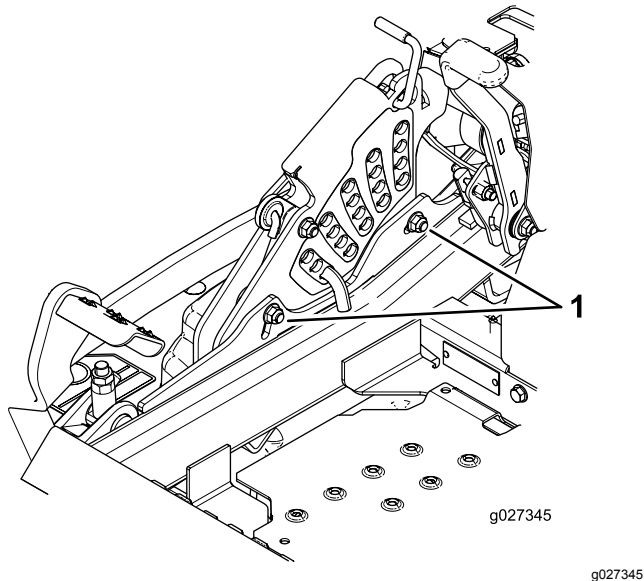

Figura 89
12. Para ajustar el sistema de ajuste de un solo punto, afloje los 2 pernos situados cerca del borde inferior de la pletina de altura de corte (Figura 89).
14. Apriete los 2 pernos en el borde inferior de la pletina de altura de corte (Figura 89).